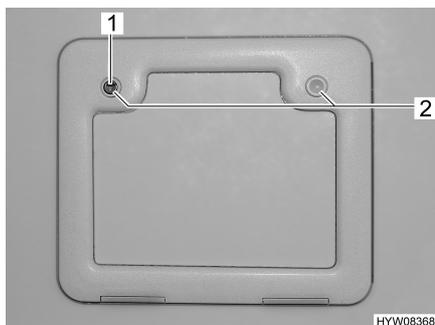

Bild 12 Außenklappe Thetford-Kassette
- Schlüssel in Schließzylinder des Druckschlusses (Bild 12,1) stecken und eine viertel Umdrehung drehen.
- Beide Druckschlösser (Bild 12,2) gleichzeitig mit dem Daumen drücken und Außenklappe öffnen.
- Schlüssel in Schließzylinder (Bild 12,1) stecken und eine viertel Umdrehung drehen.